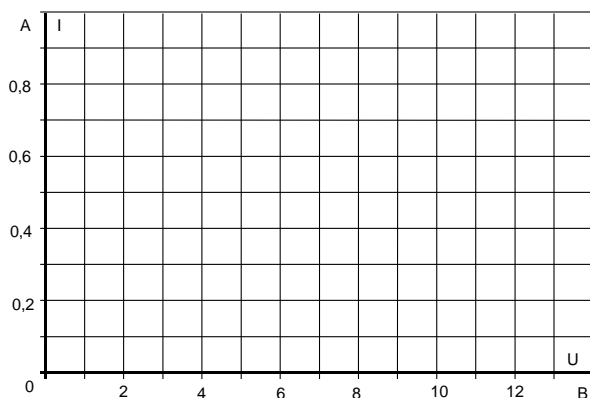

Рисунок 5.3. График $I = f(U)$ при $P=2$ Вт
- Постройте на рис. 5.3. график $I = f(U)$ при $P=2$ Вт и ответьте на контрольные вопросы, определив из графика искомые величины.
3. Каких величин ток и напряжение создают потери мощности 2 Вт в резисторе 20 Ом? Определите эти величины по графику (рис. 5.3), построив кривую $I = f(U)$ данного резистора?